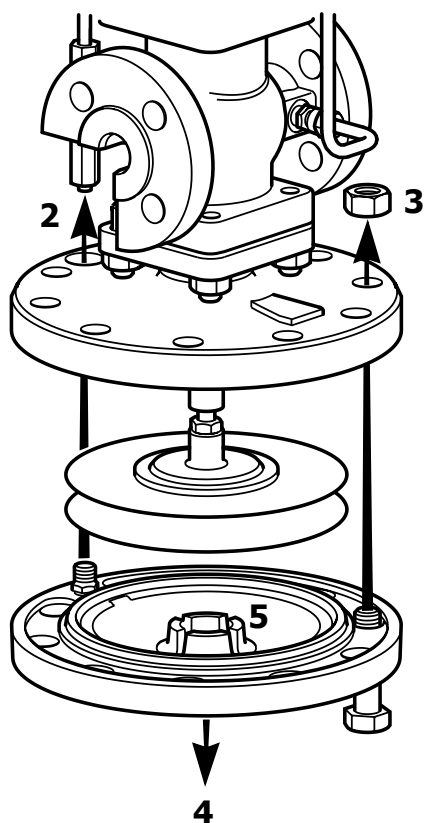

Рис. 13
5.7 Замена главной диафрагмы (рис. 13 и 14)